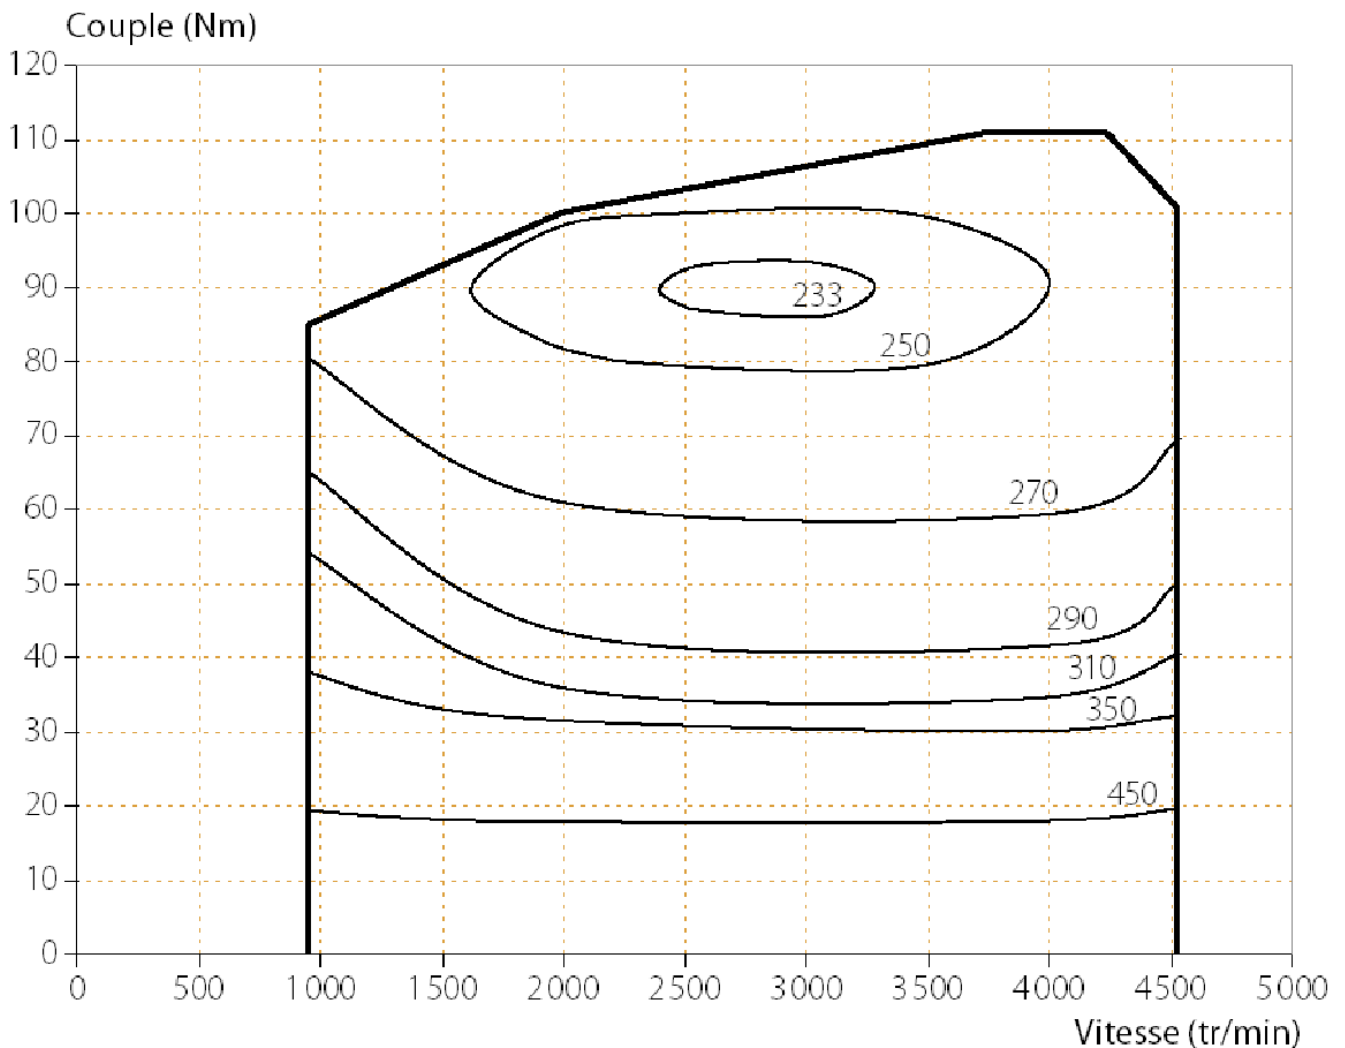

Figure 2
La figure 2 montre les limites de fonctionnement de ICE dans le plan couple-vitesse. Cette figure montre également la consommation spécifique du moteur, notée  $b$  et exprimée en g/kWh. Ainsi, les zones où  $b$  est faible sont les zones où le moteur a le meilleur rendement.
4. Tracez dans le plan couple-vitesse de la figure 2 la courbe à  $P_1 = \text{constante}$ . Quelle est la meilleure consommation spécifique?
9. Tracez, dans le plan couple-vitesse de la figure 2, la caractéristique à puissance constante de ICE. À quelle vitesse va-t-on préférer faire tourner ICE? En déduire le couple sur l'arbre moteur, ainsi que la consommation spécifique pendant la phase A.